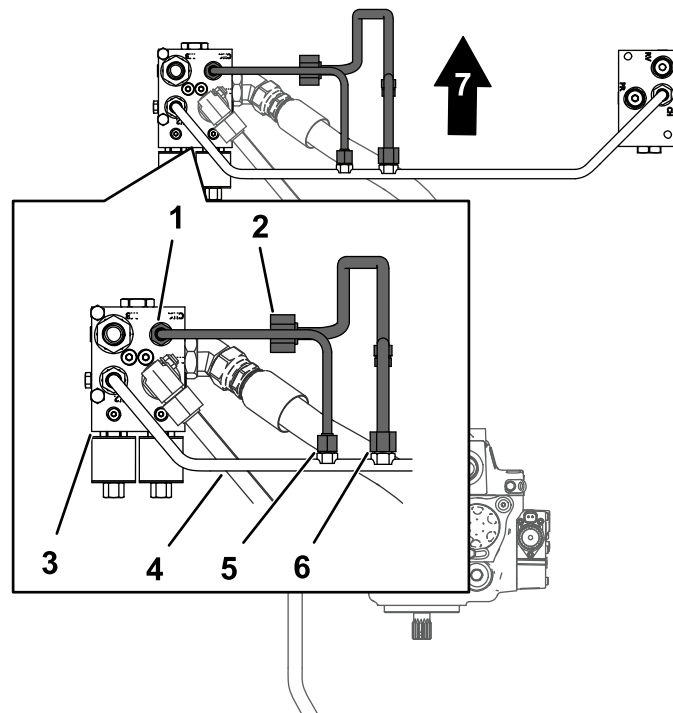

図 10
1. クロスチューブを取り外す (ページ 4) で保管した油圧フィルタチューブを用意する。油圧フィルタ用のチューブナットを、クロスマニホルドのチューブに図 10 のように取り付ける。
3. デバイダチューブのチューブナットを、クロスマニホルドチューブおよびフローデバイダマニホルドの各フィッティングに合わせて取り付ける 図 10。